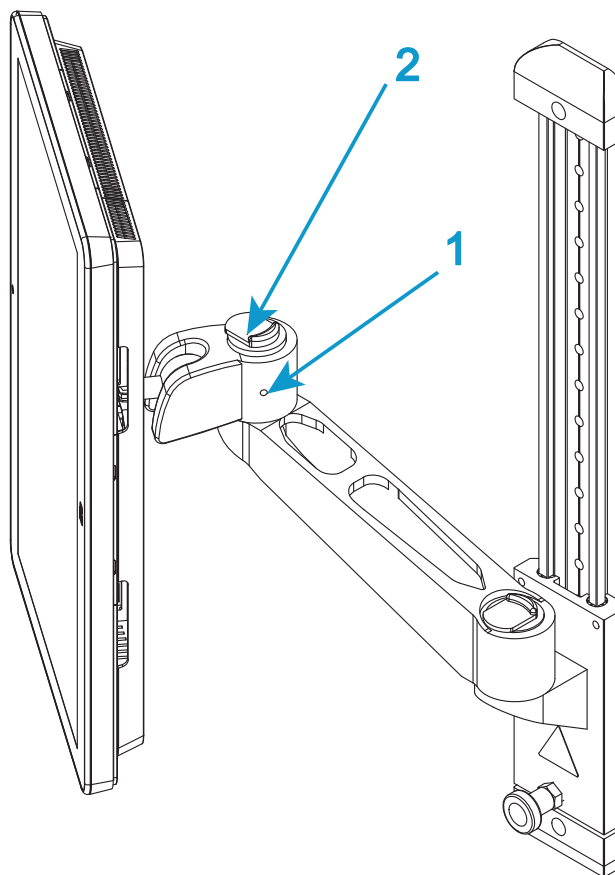
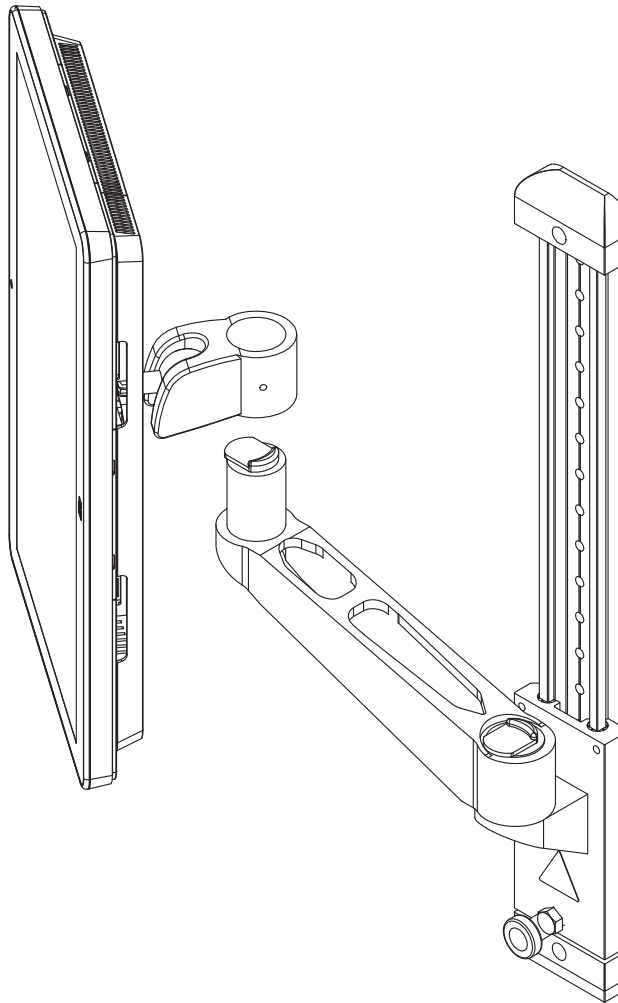

图 10. 安装臂
图 11. 提起以取下
3. 必要时，松开安装臂上“肘部”侧的固定螺钉（第 43 页图 10 中的 1）。
4. 操作“肘部”顶部的松开机构（第 43 页图 10 中的 2），提起 Bluehill[®] 操作员控制面板使其离开安装臂（第 44 页图 11）。